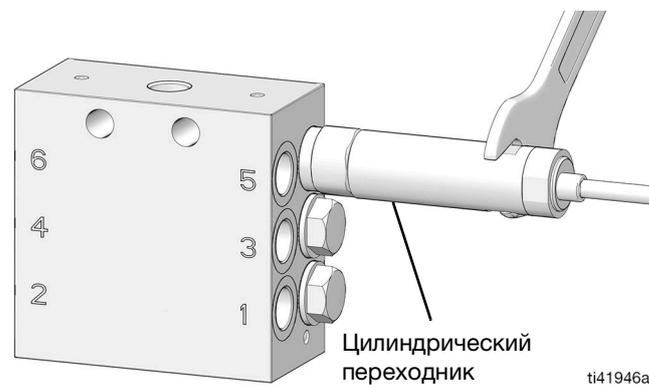

Рис. 6: Питатель CSP серии А
- Для питателя CSP серии А: затяните с усилием 25 - 30 дюйм-фунтов (2,8 - 3,4 Н•м) (Рис. 6).